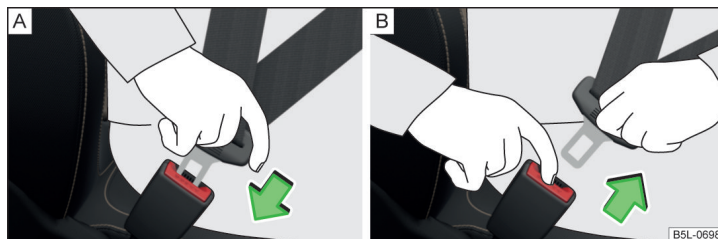

Bild 6 Spänna fast/ta av säkerhetsbälte
- » Stick in låstungen i bälteslåset » bild 6 - **A** för stolen tills den klickar fast.
- » Tryck in den röda knappen i bälteslåset » bild 6 - **B** så att låstungen hoppar ut.